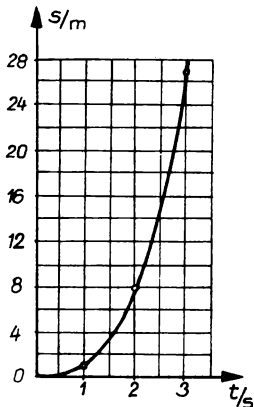

Bild 18
- 2.54** Stellen Sie fest, ob die im s, t -Diagramm (Bild 18) dargestellte Bewegung gleichmäßig beschleunigt verläuft.